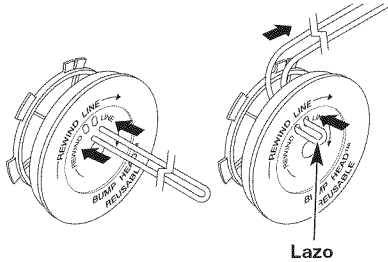

Fig. 16
6. Tome aproximadamente 5.4 m (18 pies) de nueva línea de corte, enlázela en dos longitudes iguales. Inserte cada extremo de la línea a través de uno de los dos orificios del carrete interior (Fig. 16). Pase la línea a través del carrete interior de modo que el lazo sea lo más pequeño posible.